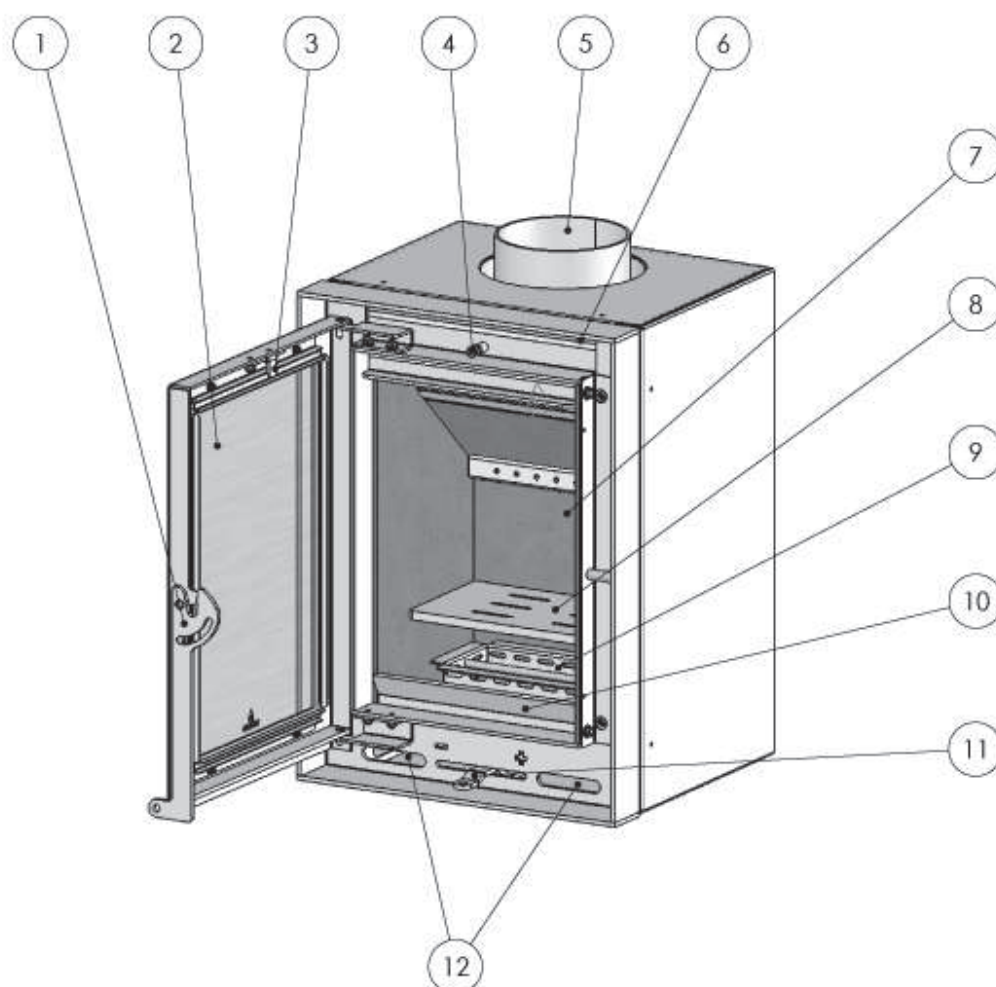

Figure 3: Commande Unilux-3 40
6.2. AMORÇAGE DU FEU (Figure 3 et 4)